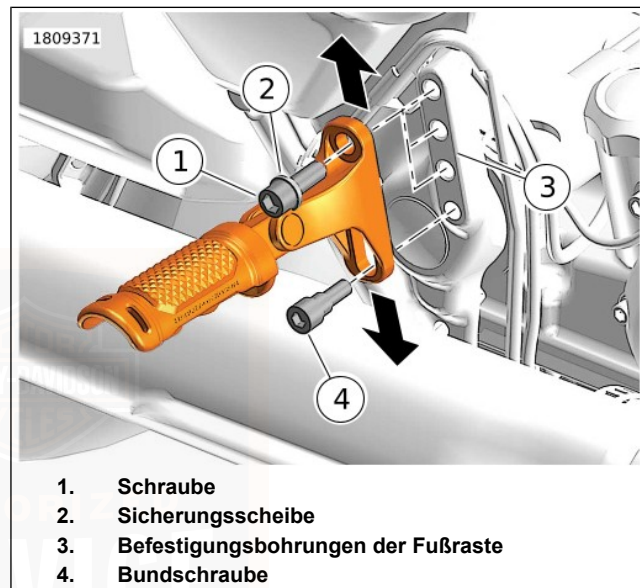

Abbildung 64. Soziusfußraste
1. Siehe Abbildung 64. Die Schraube der oberen Halterung (1) und die Sicherungsscheibe (2) entfernen.